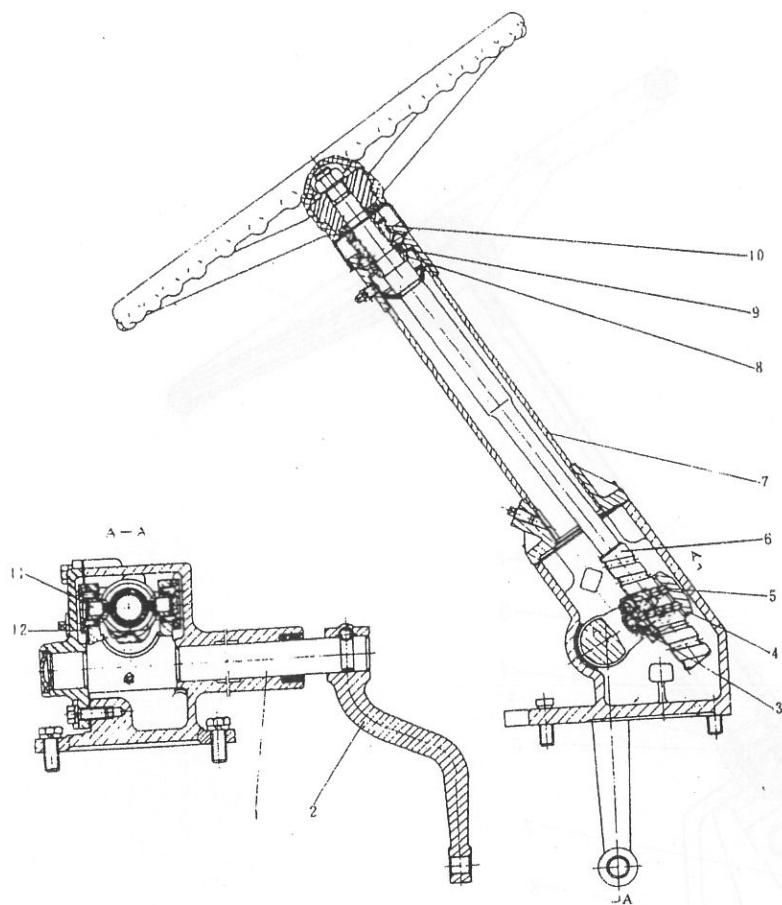

Fig. 3—9
C. Power steering system (Fig. 3—11)